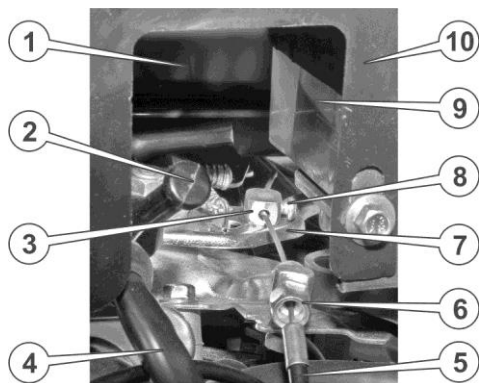

Рисунок 9. – Регульовальні елементи карбюратора
17. Вставити трос механізму регулювання подачі палива в отвір кронштейна даного механізму, закріпити кінець троса в кліпсі важеля регулювання подачі палива за допомогою гвинта (див. рисунок 9.)